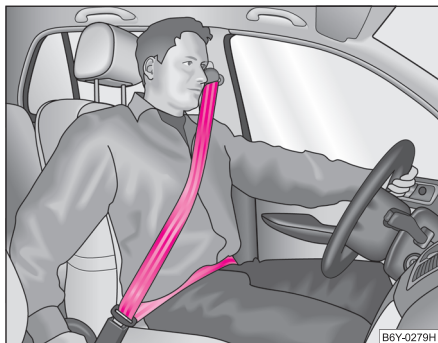

Fig. 109 Centura de siguranță pentru umăr și bazin
- Partea de umăr a centurii nu trebuie să treacă peste gât, ci aproximativ peste mijlocul umerilor și să aibă un contact ferm cu corpul. Partea din dreptul bazinului trebuie să aibă întotdeauna un contact ferm cu bazinul și să fie plasată cât mai jos ⇒ fig. 109. Îndreptați cu mâna banda centurii.